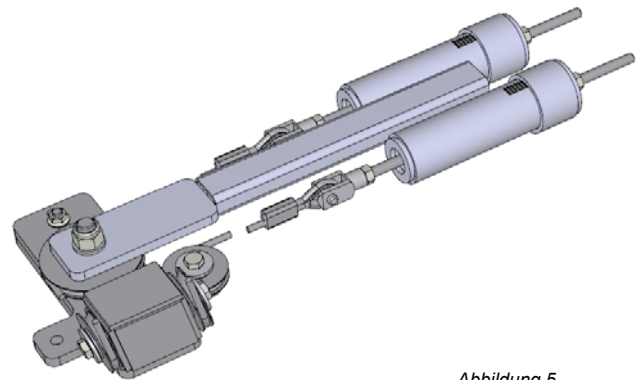

Abbildung 5
- drehbarer Systemspanner (Abbildung 5)